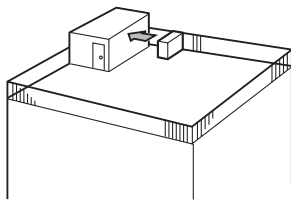

Afb. 2-2
- Installeer buitenapparaten op een plaats met minimaal een van de vier zijden open en in een ruimte zonder verlagen die voldoende groot is. (Afb. 2-2)